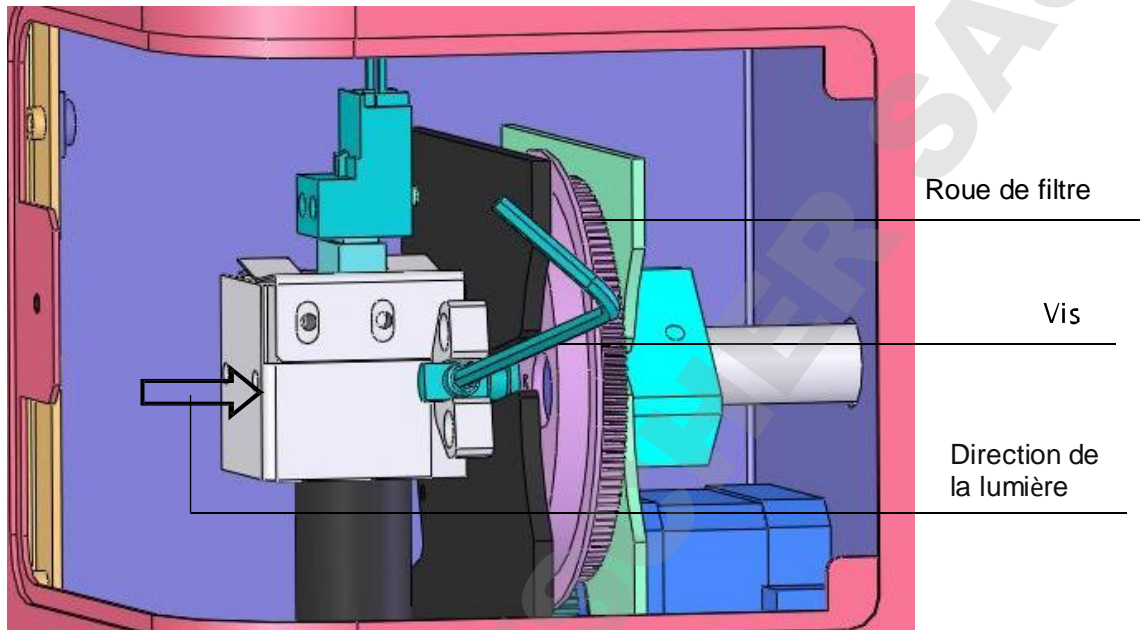

fig 57
- a. Ouvrir la porte arrière de l'appareil, retirer la roue de filtre optique avec la clé Allen jointe (Fig 57).